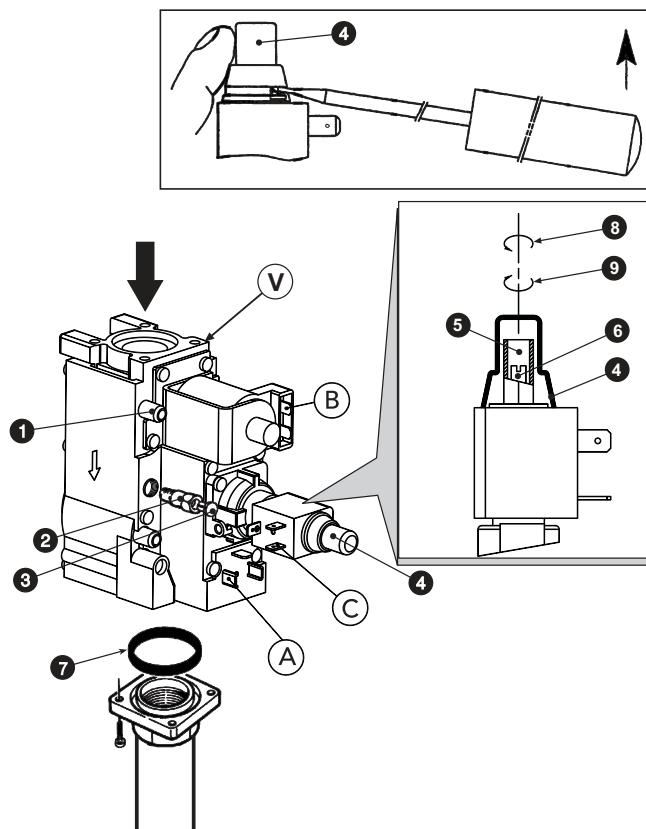

fig. 4 - Trasformazione gas di alimentazione
Le operazioni di regolazione della pressione si effettuano con caldaia in funzione operando sul regolatore di pressione presente sulle valvole gas a 2 stadi (vedere fig. 4)
3. Togliere il coperchietto di protezione del regolatore di pressione 4 di fig. 4.
1. Ruotare lentamente in senso orario la manopola del termostato di regolazione fino al 1° click; la valvola gas verrà così alimentata solamente sulle connessioni A e B (vedere fig. 4).
2. Agire sulla vite 5 di fig. 4 controllando che la pressione corrisponda ai valori della tabella dati tecnici al sez. 5.3.
1. Ruotare la manopola del termostato di regolazione al valore massimo; la valvola gas verrà ora alimentata sulle connessioni A, B e C (vedere fig. 4).
2. Agire sulla vite 6 di fig. 4 controllando che la pressione corrisponda ai valori della tabella dati tecnici al sez. 5.3.
2. Togliere dalla valvola gas il piccolo tappo 3 (fig. 4), avvitare sulla valvola il regolatore "STEP" di accensione 2 contenuto nel kit di trasformazione e rimettere sul regolatore il tappo 3.
Eseguire le stesse operazioni spiegate precedentemente avendo cura di togliere il regolatore "STEP" di accensione 2 di fig. 4 della valvola gas; il tappo 3 di fig. 4 deve essere montato direttamente sulla valvola.